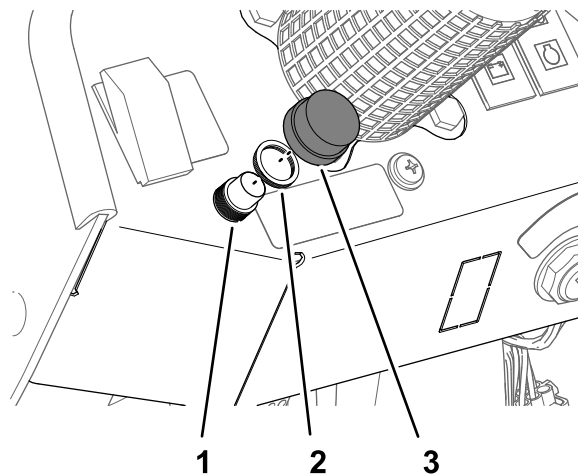

Figura 27
- Monte el interruptor del claxon en el salpicadero con la tuerca moleteada (5/8''), y apriete la tuerca a mano (Figura 27).
- Enrosque el botón en las roscas del interruptor del claxon (Figura 27).